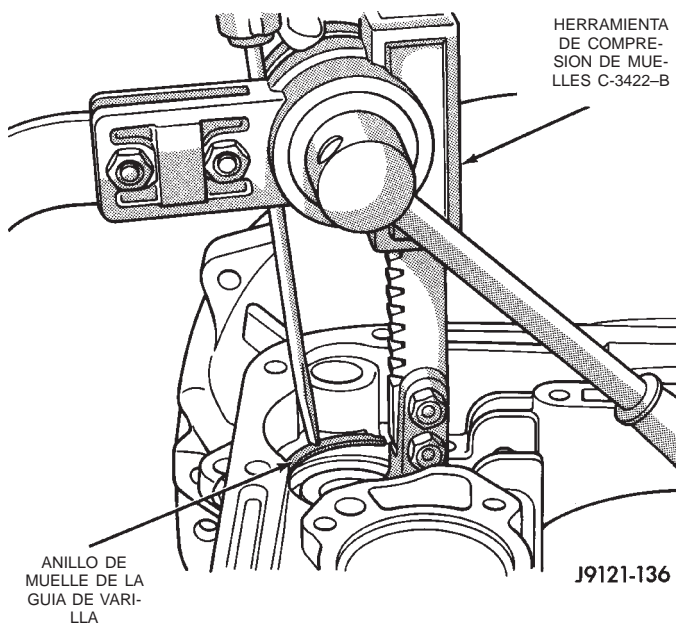

Fig. 94 Compresión del servo delantero
(34) Comprima la guía de la varilla del servo delantero alrededor de 3 mm (1/8 de pulgada) con el gato de carpintero grande y la herramienta C-4470 o el compresor de muelles C-3422-B (Fig. 94).
(35) Retire el anillo de muelle de guía de la varilla del servo delantero (Fig. 94). **Tenga cuidado al retirar el anillo de muelle. Si no trabaja con precaución, puede rayar o mellar el hueco del servo.**
(36) Retire las herramientas compresoras y desmonte la guía de la varilla del servo delantero, el muelle y el émbolo del servo.
(37) Comprima el retén del muelle del servo trasero alrededor de 1,5 mm (1/16 de pulgada) con el gato de carpintero y la herramienta C-4470 o
vula C-3422-B e instale el anillo de muelle del servo (Fig. 94).